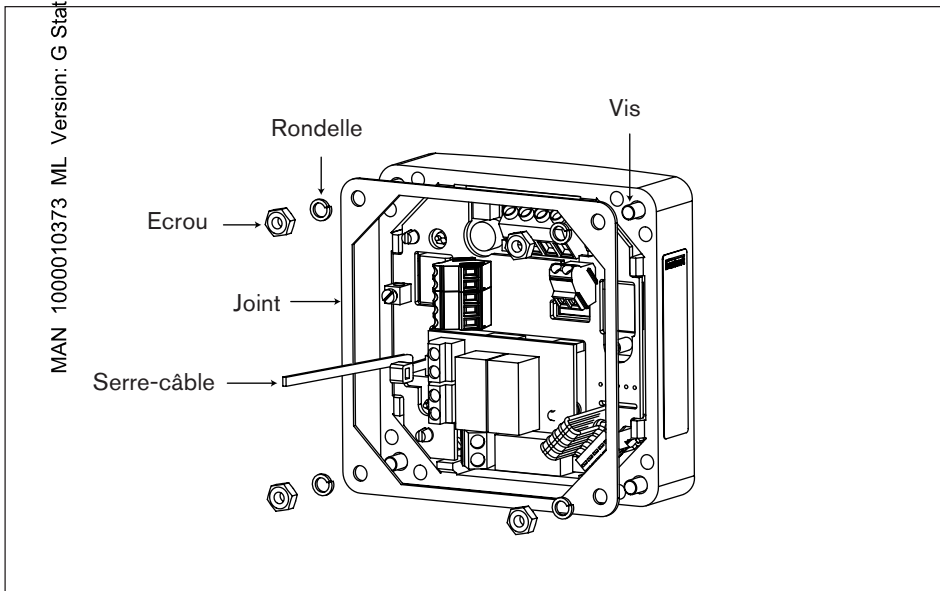

Fig. 3.2 Montage version encastrable
3.1.2 Installation du régulateur de pH 8205 encastrable (voir fig. 3.2)